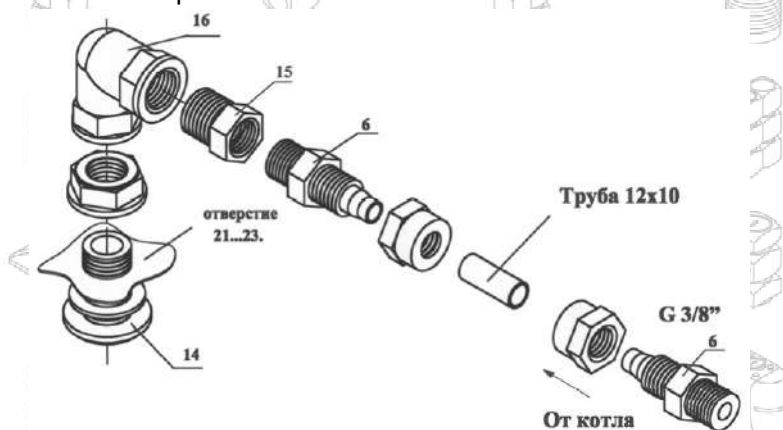

Рисунок 7. Схема подключения обратного трубопровода.
4.2.4) Для установки обратного трубопровода нужно в заранее выполненное отверстие установить отвод (поз. 14) и выполнить монтаж согласно рис. 7.